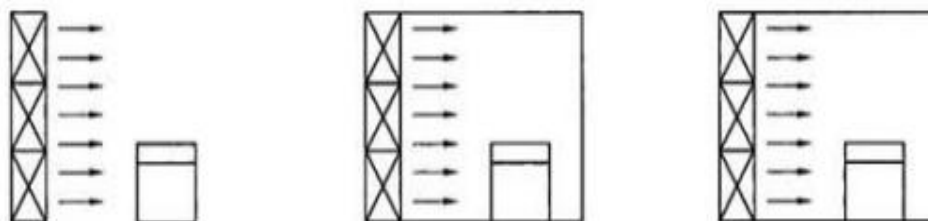
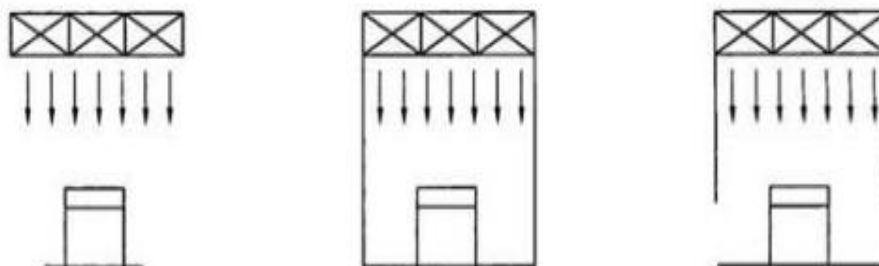

图 A.2 水平单向流的气流形式
图 A.3 垂直单向流的气流形式
**A.2** 100级单向流区域,洁净工作台或局部空气净化设施的采样点宜布置在正对气流方向的工作面上,气流形式可参考图 A.2、图 A.3。